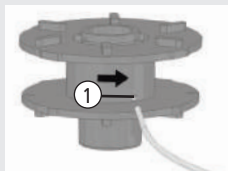
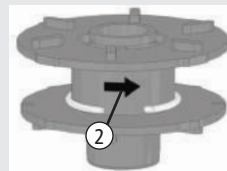

Fig. 11
Fig. 12
Encaixe o fio no furo do carretel (1) conforme figura [Fig. 11]. Enrole o fio no sentido indicado pela seta do carretel (2), [Fig. 12] o mais uniforme possível, obedecendo a metragem máxima recomendada de 8 metros.